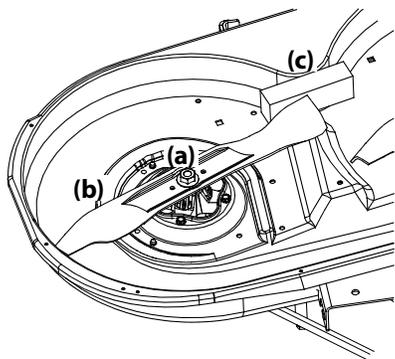

Figura 4-16
2. Use una llave de $15/16$ in para sostener la tuerca hexagonal en la parte superior del conjunto del husillo cuando afloje la tuerca hexagonal (a) que fija la cuchilla (b). Se puede colocar un bloque de madera (c) entre el alojamiento de la plataforma y el borde de corte de la cuchilla (b) para ayudar a aflojar la tuerca hexagonal (a) que fija la cuchilla. Consulte la Figura 4-16.